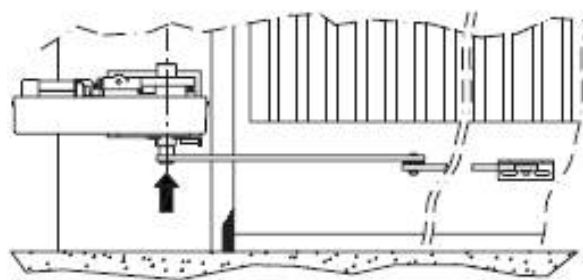

рис.7
- Вставьте квадрат первого рычага в выходную ось редуктора и закрепите его (рис. 7).